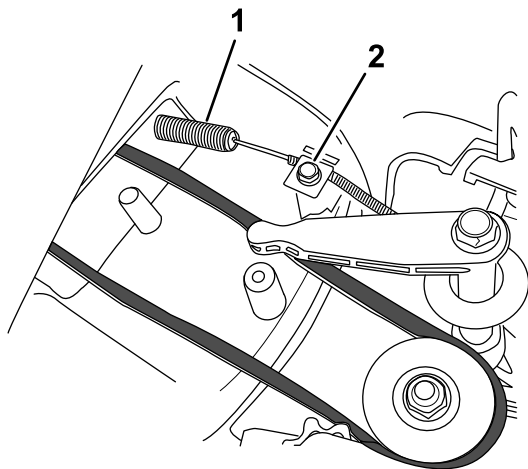

Figura 34
4. Instale el nuevo cable del freno de la cuchilla, pero no apriete la abrazadera de la parte superior de la carcasa de corte (Figura 34).
5. Afloje el tornillo de la abrazadera (Figura 34).